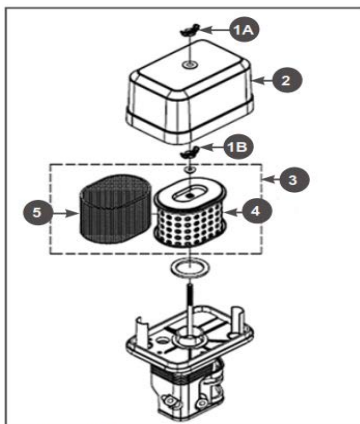

Рис. 25 Обслуживание воздушного фильтра
1. Открутите барашковую гайку 1А и снимите крышку 2 воздушного фильтра (Рис. 25).
2. Открутите барашковую гайку 1В и извлеките из корпуса воздушный фильтр 3 в сборе (Рис. 25).
3. Проверьте целостность и чистоту фильтрующих элементов. Поролоновый (предварительный) фильтрующий элемент 5 установлен на корпусе бумажного фильтрующего элемента 4 (Рис. 25).
4. При незначительном загрязнении промойте поролоновый фильтрующий элемент 5 (Рис. 25) теплым мыльным раствором и просушите. Поврежденный или сильно загрязненный поролоновый фильтрующий элемент замените.